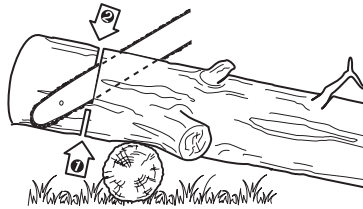

Fig. 33
2. Cuando el tronco está apoyado en un extremo (Fig. 33), se corta 1/3 del diámetro desde la parte inferior (underbuck). A continuación, realice el corte final sobrepasando el primer corte.